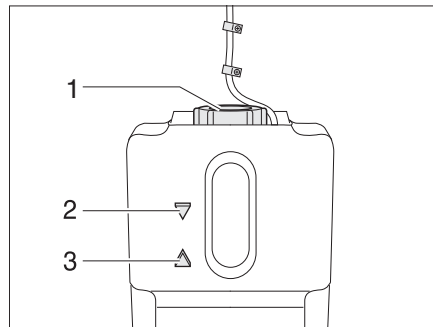

Fig. 308 Recipiente de compensación para la calefacción de agua caliente
- Comprobar si en el recipiente de compensación (Fig. 308) el líquido está entre las marcas "MIN" (Fig. 308,3) y "MAX" (Fig. 308,2).
- Abrir la tapa giratoria (Fig. 308,1) del recipiente de compensación.